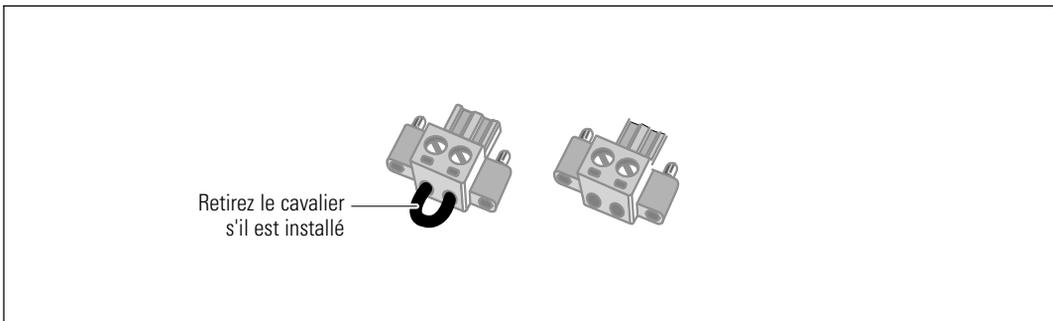

Figure 16. Connecteur REPO
**REMARQUE :** Vérifiez qu'il n'y a pas de cavalier installé sur le connecteur REPO. Si un cavalier est installé, retirez-le avant la connexion au port REPO. Voir Figure 16.